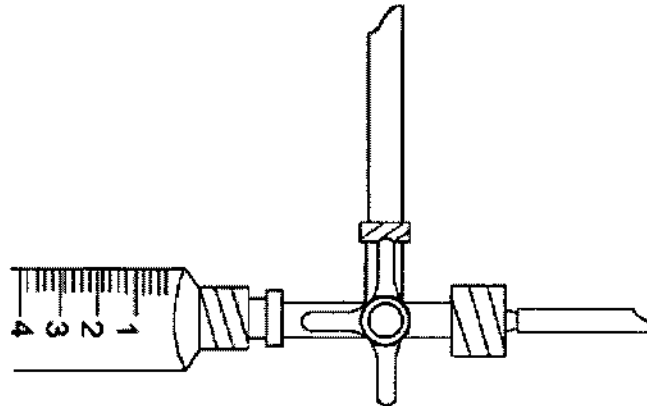

Figura A-6
6. Gire la llave de paso para aislar la válvula del conjunto del manómetro, conectando la jeringa al manómetro (figura A-6).
5. Ajuste la llave de paso para conectar la jeringa al manómetro (figura A-6) y vuelva a llenar el manómetro a una altura igual a 120 mmH₂O (Codman Certas, Válvula programable). En el caso de Codman Hakim, Programable, ajuste la llave de paso para conectar la jeringa al manómetro y vuelva a llenar el manómetro hasta una altura igual al valor de presión de apertura de la válvula CODMAN.